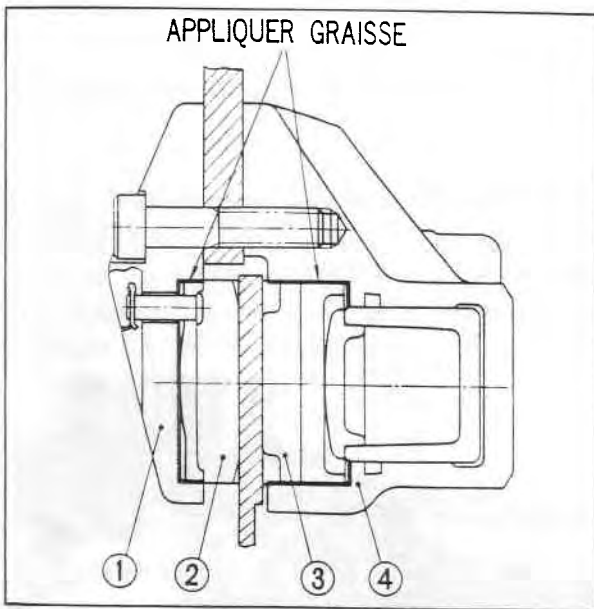

Fig. 14-12 ① Répartiteur B
1. Avant de remonter les patins A et B, appliquer une légère quantité de graisse spécifiée (0,3 à 0,5 gr) sur le répartiteur. (voir Fig. 14-12)